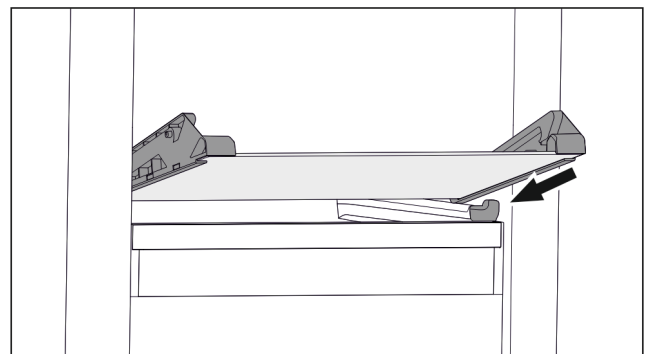

Fig. 64 Скляна пластина відкидного висувного ящика
- ▶ Встановити скляну пластину за стопорами навкоси. (див. Fig. 64)